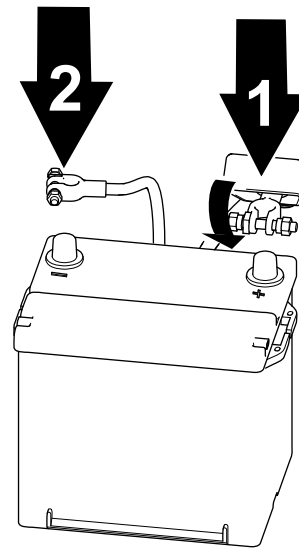

Figure 64
1. Branchez le câble positif à la batterie et serrez l'écrou de collier de la batterie (Figure 64).
2. Branchez le câble négatif à la batterie et serrez l'écrou de collier de la batterie (Figure 64).